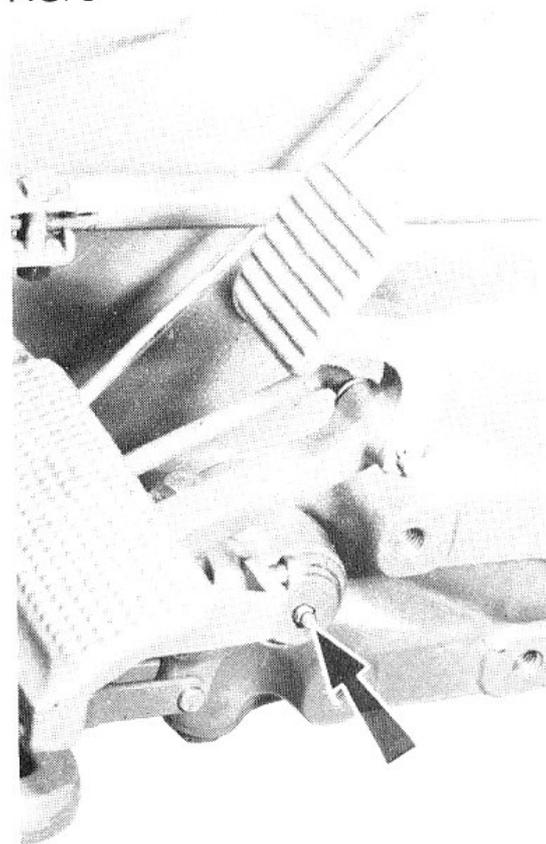

FIG. 5
- Fig. 5. Palier de pédale de frein